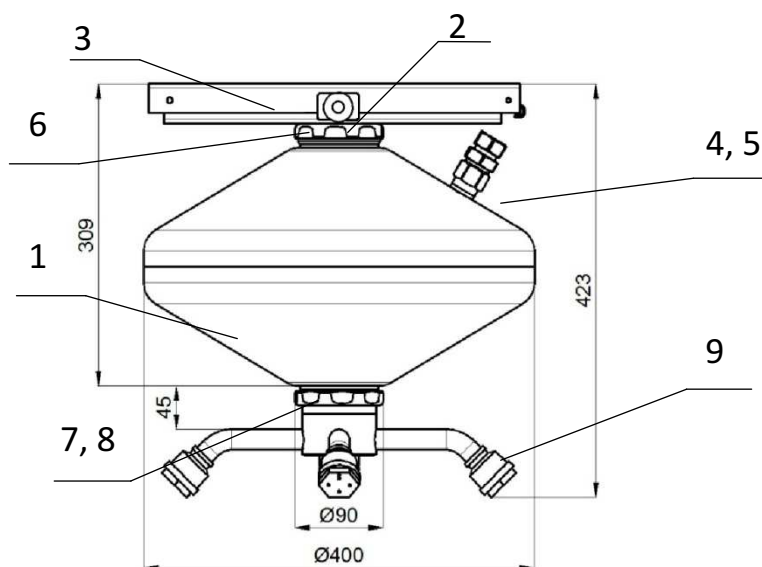

Рис. 1
3.1.Общий вид модульной установки «ЯУЗА-ТРВ-1Ex» газогенераторного типа, с комбинированным насадком-распылителем представлен на рис.1